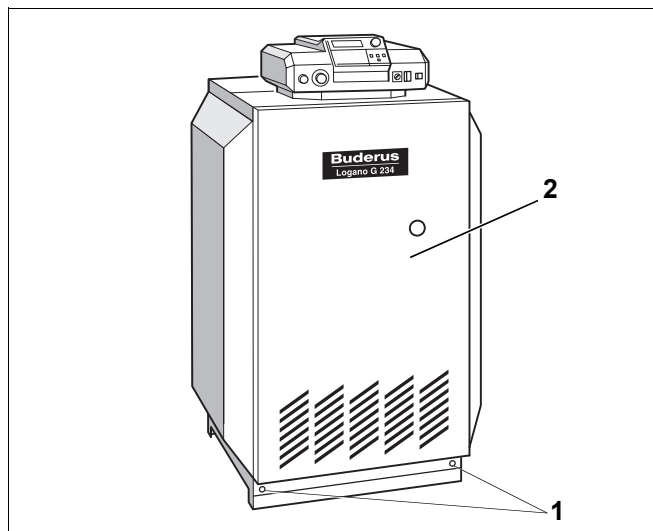

Рис. 34 Logano G234 WS, полностью смонтированный
- Подвесить переднюю стенку котла (рис. 34, **поз. 2**).
- Вставить и закрутить справа и слева в боковые стенки фиксирующие винты (рис. 34, **поз. 1**).